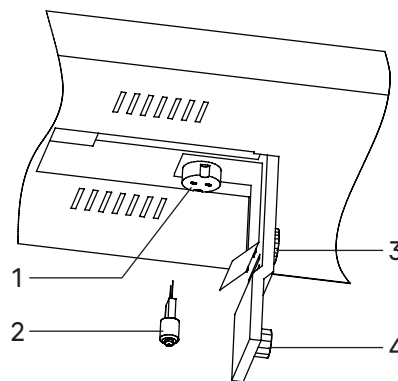

Рис. 19. Замена лампы
- ослабьте винт 1 и откройте дверцу, как показано на рис. 19;